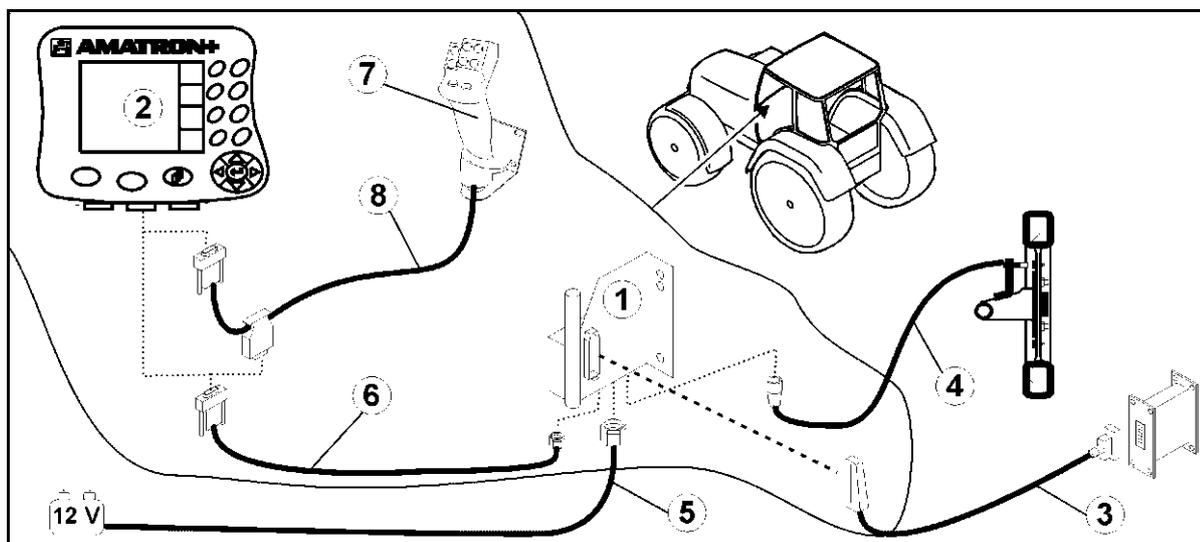
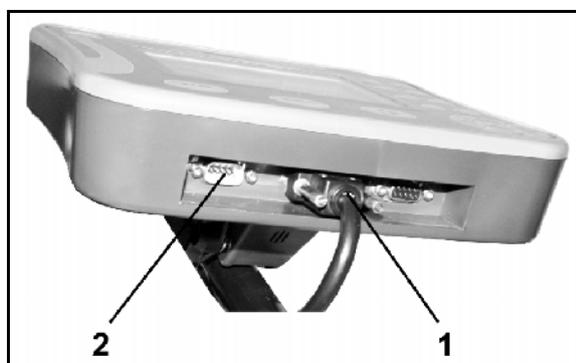

Fig. 1
Fig. 2
- Traktorens grunnutstyr (Fig. 1/1, konsoll med fordeler) må monteres vibrasjonsfritt og elektrisk ledende i førerhuset innenfor syns- og gripevidde for føreren.
- batteritilkoblingskabelen (Fig. 1/5).
- signalkabel for traktorsignalstikkkontakt eller strekningsføler (Fig. 1/4).
- forbindelseskabel til AMATRON⁺ (Fig. 1/6).
- Sett AMATRON⁺ (Fig. 1/2) på traktorens grunnutstyr.
- Pluggen på forbindelseskabelen settes i (Fig. 1/6) den midtre 9-polede sub-D-kontakten (Fig. 2/1)
- Koble maskinen via maskinpluggen (Fig. 1/3) til AMATRON⁺.
Multifunksjonsspaken (Fig. 1/7) kobles til via en Y-kabel (Fig. 1/8).
- Det serielle grensesnittet (Fig. 2/2) gjør det mulig å koble til en PDA.